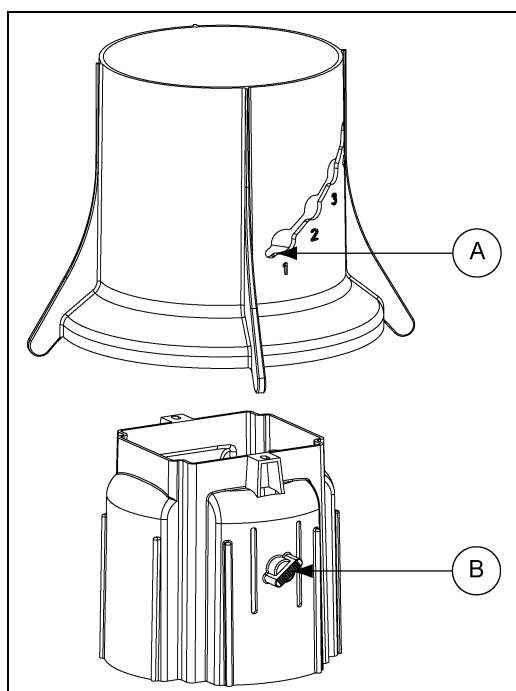

Рисунок 4G
1. Соберите регулятор уровня корма и уровень корма, совместив кнопку регулятора уровня корма (В) с регулировочным отверстием уровня корма (А), как показано на Рисунок 4G.
3. Соберите регулятор уровня корма и уровень корма, совместив кнопку регулятора уровня корма (E) с регулировочным отверстием уровня корма (D), как показано на Рисунок 4G.